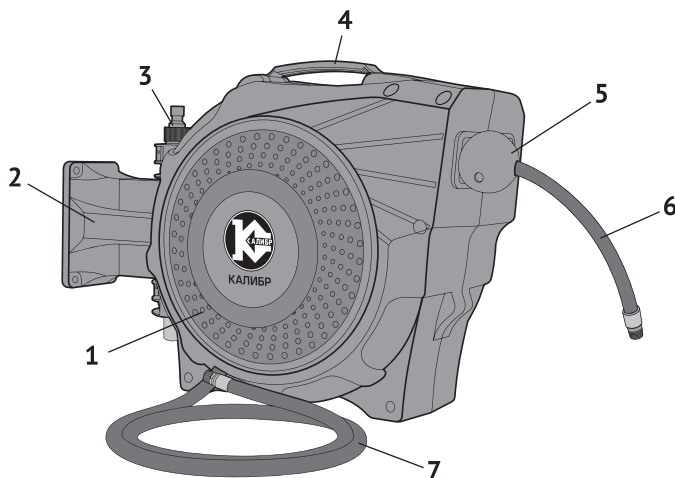

рис.1
4.1 Общий вид шланга представлен на рис. 1
Основные элементы шланга: спиральная пружина, катушка со шлангом, фрикционный узел блокировки и направляющая шлангоукладчика расположены в пластиковом корпусе (рис.1 поз.1).
Шланг подключения пневмоинструмента (рис.1 поз.6) размещён в автоматической катушке закрытого типа. Конструкция автоматической катушки позволяет установить её на рабочем месте так, как вам удобно, закрепив посредством кронштейна (рис.1 поз.2) на стене, потолке, верстаке или любом другом неподвижном предмете. Фиксатор пружинного механизма катушки позволит зафиксировать шланг, при вытягивании, на необходимую для работы длину, а по окончании работы поможет свернуть шланг обратно. Ограничитель (рис.1 поз.5) обеспечивает неизменную длину вытянутой части шланга.
- выбрать место (стена, продольная или поперечная балка, потолок), как можно ближе к компрессору, для крепления кронштейна (рис.1 поз.2);
- вынув поворотную ось (рис.1 поз.3), закрепить 4-мя болтами (входят в комплект поставки) кронштейн в выбранном месте;
- совместив отверстия кронштейна и корпуса катушки, соединить корпус (рис.1 поз.1) с кронштейном поворотной осью (рис.1 поз.3).
- соединить шланг (рис.1 поз.7) с выходным штуцером компрессора (воздушной магистрали) а шланг (рис.1 поз.6) с входным штуцером используемого пневмоинструмента.
- для предотвращения случайного сматывания шланга, ограничитель (рис.1 поз.5) передвинуть к входному отверстию корпуса катушки;